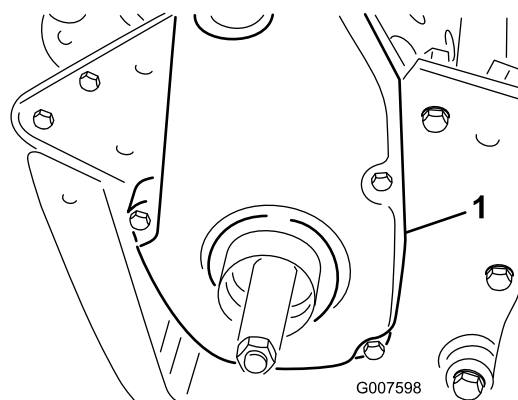

Figura 47
6. Togliete il paracinghia posteriore dal lato destro della macchina (Figura 47).